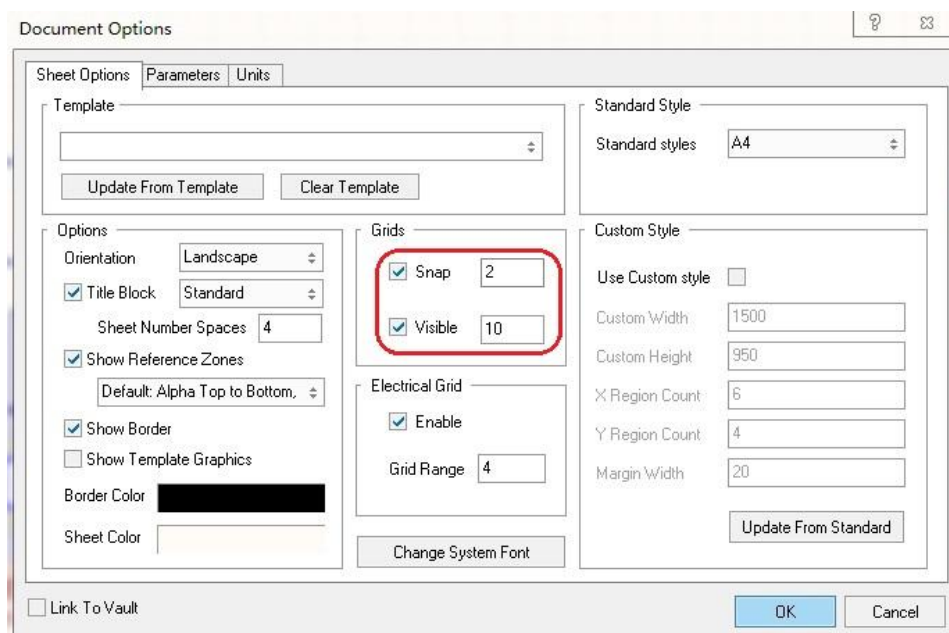
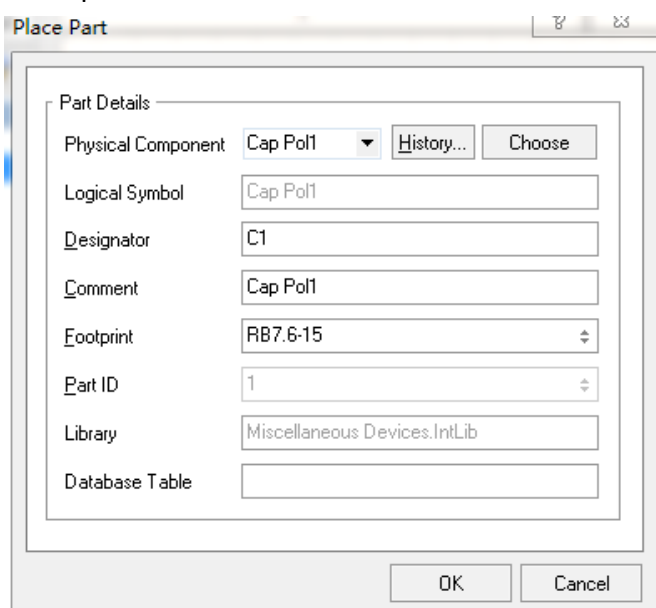
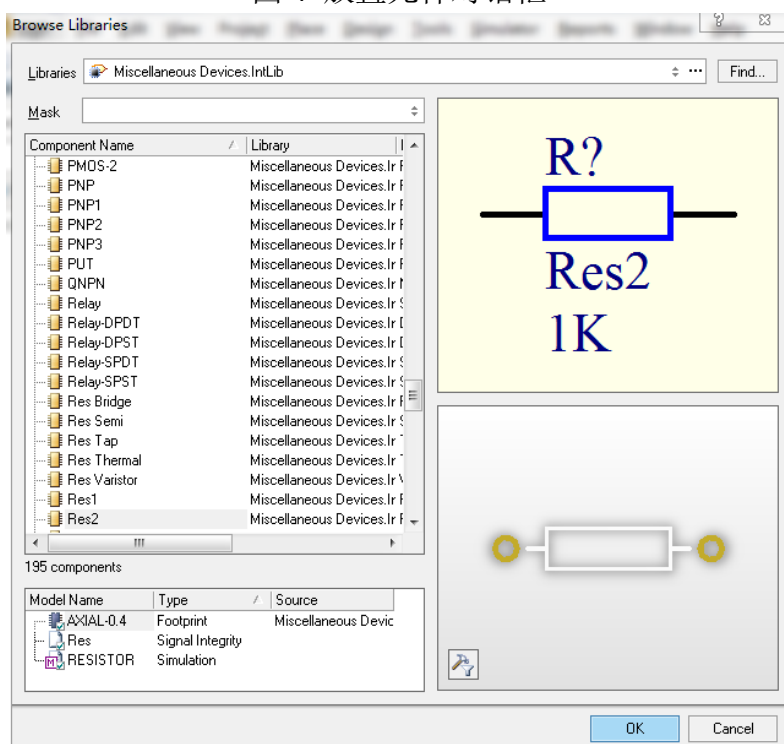
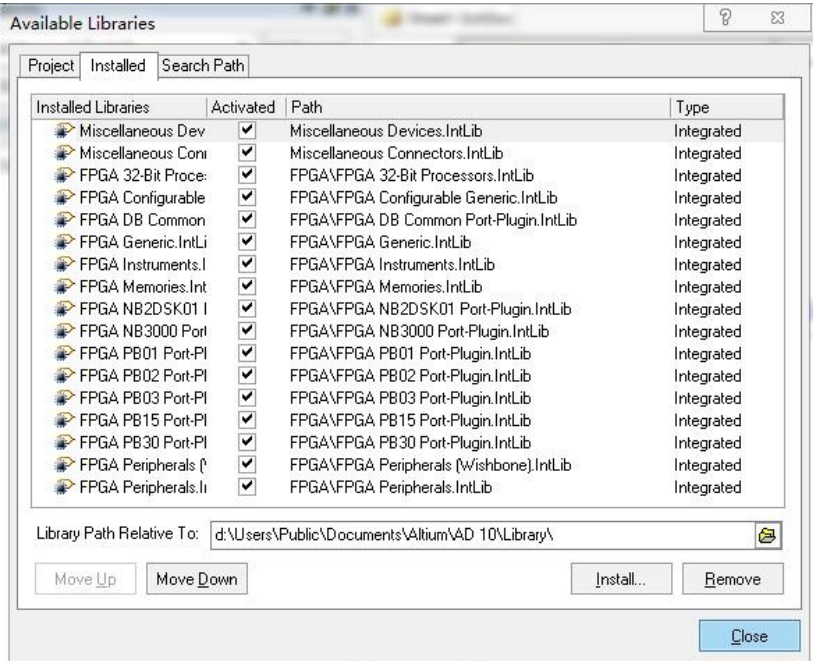

图 1 文件属性设置
图 4 放置元件对话框
图 5 浏览元件库对话框
图 6 器件库弹出框
菜单 Design/ Document Options，弹出文件选项窗口，设置光标移动基本单位 snap: 2mil，可见网格尺寸为 10mil。如图 1
另外两种方法也可以从元件库中取元件：菜单 Place/Part，或者直接点击布线工具栏上的按钮 ，打开图 4 所示的对话框，点击 Choose 按钮，弹出如图 5 浏览元器件对话框，在 Libraries 下拉列表中选择元件库，在“Component Name”列表中选择需要的元件（图 1 电路中使用到的元件及所属库见表 1），在预览框
中可以查看元件图形。如图 5 中选择 Miscellaneous Devices.IntLib 库中的电阻 Res2，选择元件后点击 OK 按钮，返回到图 4 所示对话框，设置元件流水号 Designator（在此输入流水号后，则以后放置相同的元件时，其流水号将会自动增加）、注释 Comment、封装 Footprint。
本次实验中用到的分立元件电阻、电容、发光二极管均是属于 Miscellaneous Devices.IntLib 库，单排插座（Header 2）属于 Miscellaneous Connectors.IntLib 库，这两个库运行程序时已自动加载。本次实验还用集成芯片 uA741N，属于 ST Operational Amplifier.IntLib 库，该库需要手动加载，操作方法为：点击图 5 中 Libraries 下拉列表后的 ...，弹出装载/卸载元件库对话框，如图 6，点击 install
从库里调用元件时，如果不清楚元件属于哪个具体的库，或者元件的详细名称不确定，也可以用查找的方法。具体操作，点击图 5 中库下拉列表中右侧的“Find”按钮，弹出图窗口，设置好查找范围 Scope、查找路径 Path 和查找条件 Filters，点击 Search 开始查找。
2. 在Altium Designer 10中完成图1原理图和PCB图的设计和制作；